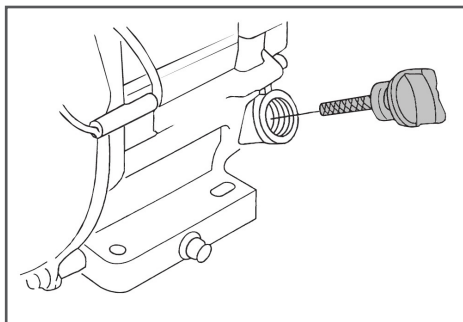

Рис. 6 Крышка-щуп маслозаливной горловины
2. Открутите крышку-щуп маслозаливной горловины и извлеките щуп (Рис. 6).
- Выкрутите крышку-щуп маслозаливной горловины и извлеките щуп (Рис. 6).